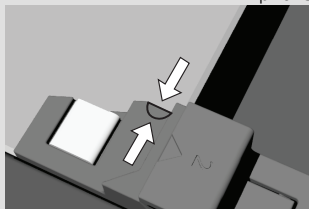

рис. 4
**Примечание:** при установке стекла на место отметки (полукруг) на дверце и стекле должны совместиться (рис. 4).